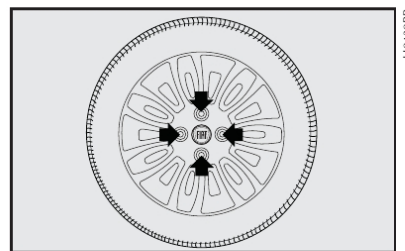

fig. 11
- Desapertar cerca de uma volta os parafusos de fixação da roda a ser substituída **setas-fig. 11**.